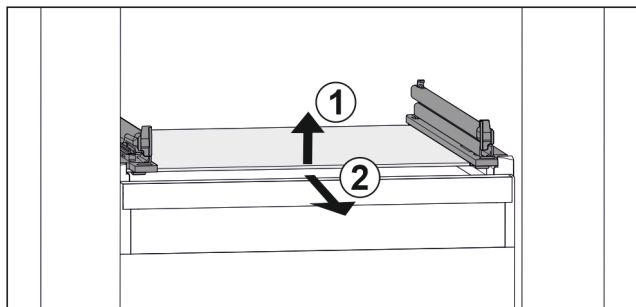

Fig. 106 Vejledende visning af glaspladen
- ▶ Løft glaspladen foran. Fig. 106 (1)
- ▶ Tag glaspladen ud fremefter. Fig. 106 (2)